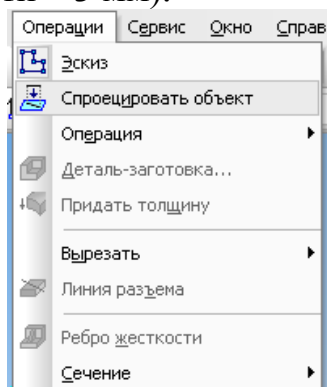

Рис. 7
42. На строке *Меню* выберите *Операции*, после щелчка ЛКМ раскроется диалоговое окно, укажите *Спроецировать объект* (рис. 7).